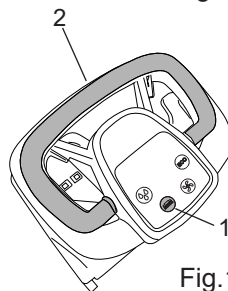

Fig.11
- Trykk på bryteren til børsteenheden (Fig.11-Ref.1).
- Bruk betjeningspaken for børster (fig. 11 - ref. 1) for kort tid av gangen, På denne måten vil børsten automatisk bli festet på flensnavet. Dersom denne manøveren ikke skulle lykkes, trykker man en gang til på spaken og gjentar sentreringen og trykkene på betjeningspaken til børsten.
- Trykk på børstetasten (fig. 11 - ref. 1) i tre sekunder, og maskinen vil automatisk løsne børsten.